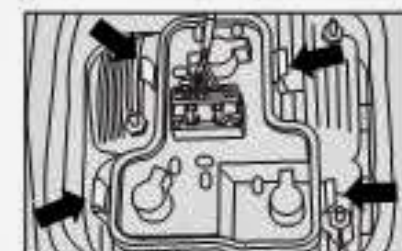

fig. 16
- 4) Pressionar as travas indicadas pelas setas fig. 16 e retirar o porta-lâmpadas.